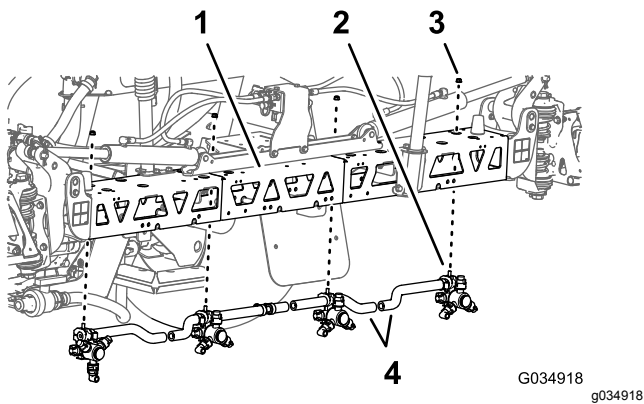

Bild 68
6. Entfernen Sie die Sicherungsbundmutter (5/16"), mit der die Sprühdüse an der Düsenstütze befestigt ist (**Bild 68**).